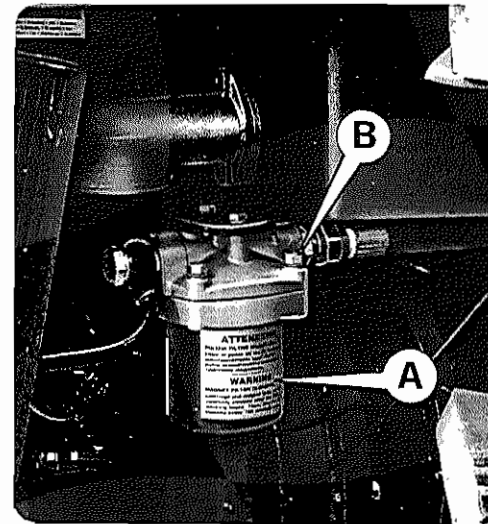
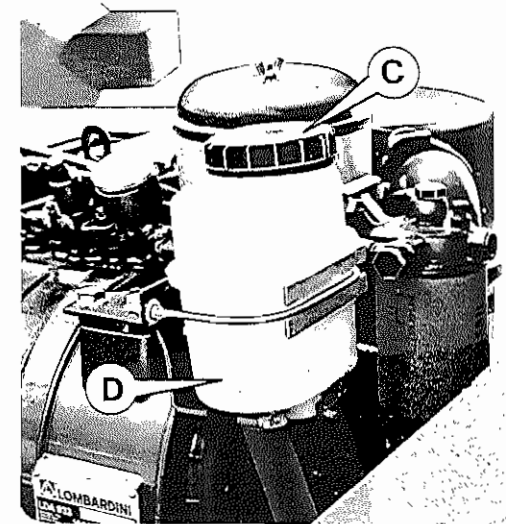
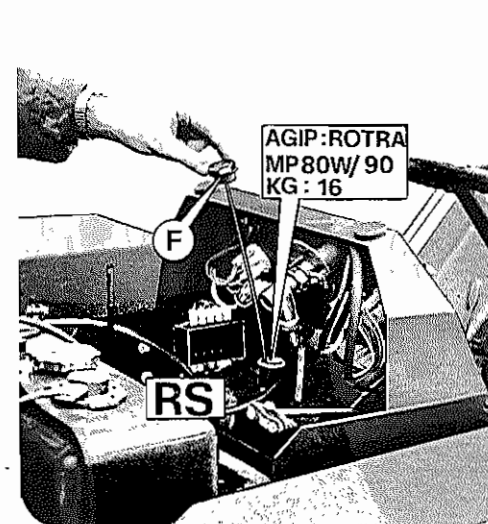
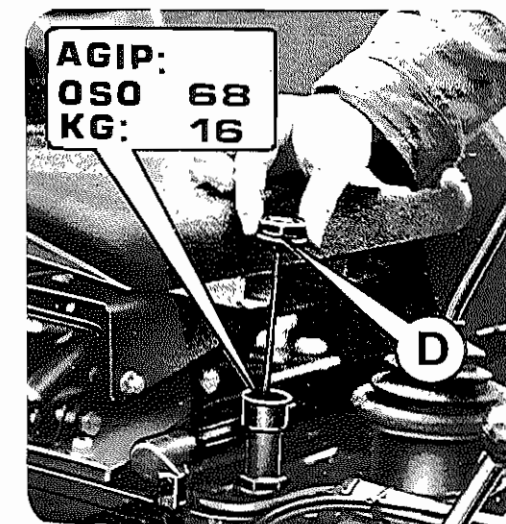

FIG. 31
FIG. 32
FIG. 34
FIG. 35
- 1) Tractors series 6000 and 6000 RS: Replace oil filter A cartridge in the lift hydraulic circuit (Fig. 31) by loosening nuts B.
- 2) Tractors series 6000 and 6000 RS with hydraulic steering: check that filter C in oil tank D (Fig. 32) is clean.
- Tractors series 6000 RS: oil level must range between max. and min. level notches on level plug F dipstick (Fig. 34).
- 4) Check oil level in rear case. Carry out this operation while the engine is cold and on a flat ground. Oil level must range between max. and min. level notches on plug D dipstick (Fig. 35).
- a - Frame: A-D; steering: B-C-E; joints: F (Fig. 32)
- 1) Tracteurs série 6000 et 6000 RS: remplacer la cartouche du filtre de l'huile du circuit hydraulique de relevage qui se trouve dans le filtre A (fig. 31) en dévissant les écrous B.
- 2) Tracteurs série 6000 et 6000 RS avec direction hydraulique: contrôler l'état de préprêt du filtre C dans le réservoir de l'huile D (fig. 32).
- Tracteurs série 6000 RS: le niveau doit être compris entre la crête de max. et celle de min. de la jauge du bouchon de l'huile F (fig. 34)
- 4) Contrôler le niveau de l'huile du carter arrière: ce contrôle se fait la machine arrêtée et sur une surface horizontale. Le niveau de l'huile doit être compris entre la crête de max. et celle de min. de la jauge d'huile D (fig. 35).
- 1) Tractores serie 6000 y 6000 RS: cambiar el cartucho del filtro de aceite del circuito hidráulico del elevador, contenido en el filtro A (fig. 31) quitando las tuercas B.
- 2) Tractores serie 6000 y 6000 RS con dirección hidráulica; controlar que el filtro C, contenido en el tanque de aceite D, esté limpio (fig. 32).
- Tractores serie 6000 RS: el nivel debe estar comprendido entre la marca de máximo y de mínimo de la varilla del tapón de carga del aceite F (fig. 34)
- 4) Controlar el nivel de aceite de la caja trasera. Se realiza con el tractor frío y en terreno llano. El nivel de aceite debe estar comprendido entre la marca de máximo y de mínimo de la varilla del tapón D (fig. 35).
- d) Pulire accuratamente, usando del petrolio, la cartuccia filtro olio sollevatore (fig. 31) e la cartuccia filtro olio sterzo (fig. 32).
- a) Sostituire la cartuccia filtro olio idraulico sollevatore (fig. 31).
- d) Carefully clean, by using oil, the hydraulic lift oil filter cartridge (Fig. 31) and the steering oil filter cartridge (Fig. 32).
- a) Replace hydraulic lift oil filter cartridge (Fig. 31).
- d) Nettoyer soigneusement avec du pétrole la cartouche du filtre huile du relevateur (fig. 31) et la cartouche du filtre huile de la direction (fig. 32).
- a) Remplacer la cartouche du filtre huile relevateur (fig. 31).
- d) Limpiar cuidadosamente, usando gasolina, el cartucho del filtro del aceite del elevador (fig. 31) y el cartucho del filtro del aceite de la dirección (fig. 32).
- a) cambiar el cartucho del filtro del aceite del hidráulico del elevador (fig. 31).
Trattrici serie 6000-RS: Fare defluire l'olio dai tappi B e C Fig. 45 ed immettere olio nuovo attraverso il tappo F Fig. 34. Vedi tabella lubrificanti pag. 31.
b) Sostituire l'olio dalla cassa posteriore. Si esegue a macchina calda ed in piano e coi bracci del sollevatore completamente abbassati facendo defluire l'olio dal tappo P Fig. 46 ed immettendo olio nuovo attraverso il tappo D Fig. 35. Vedi tabella lubrificanti pag. 31.
Tractors line 6000-RS: let the oil drain out of plugs B and C Fig. 45; then refill with fresh oil through plug F, Fig. 34. Quantity and quality per Fig. 31.
b) Change oil in rear case. Carry out this operation on a flat ground, at engine warm and with the hydraulic lift arms completely lowered. Let the oil drain out of plug P, Fig. 46; then refill with fresh oil through plug D, Fig. 35. Quantity and quality to be per Fig. 31.
c) Check reducers gears oil level, through plug T, Fig. 25; if necessary, fill up with oil. Quantity and quality per Fig. 31.
Tracteurs série 6000-RS: Faire couler l'huile hors des bouchons de vidange B et C Fig. 45; par le bouchon F Fig. 34, remplir selon tableau lubrifiants pag. 31.
b) Vidanger l'huile dans le carter arrière. Exécuter à moteur chaud, sur une surface horizontale et après avoir complètement baissé les bras du releveur. Faire couler l'huile hors du bouchon de vidange P Fig. 46; par le bouchon D, Fig. 35, remplir, selon tableau lubrifiants pag. 31.
Tractores serie 6000 RS: hacer fluir el aceite a través de las tapas B y C Fig. 45 y colocar el aceite nuevo a través de la tapa F Fig. 34, en conformidad de la de lubricación pag. 31.
b) Sustituir el aceite de la caja posterior. Se realiza con el motor caliente y en terreno plano y con los brazos del elevador completamente hacia abajo, haciendo fluir el aceite a través del tapon P - Fig. 46 y colocar el aceite nuevo a través de la tapa D, Fig. 35, en conformidad de la de lubricación pag. 31.